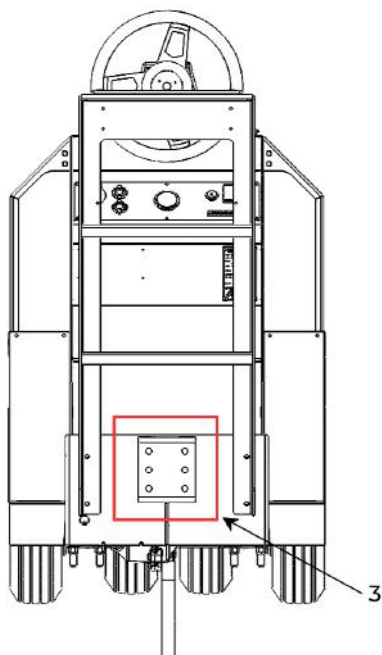

Figure 32. Zone de montage de la remorque.
- Zone de montage de la remorque (3) (voir figure 32).